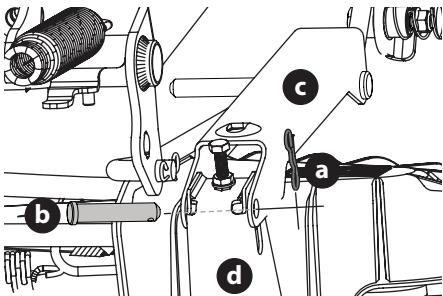

Figure 45
- a. Retirez les deux goupilles papillon (a) des axes de chape (b) qui fixent les supports du bras de levage (c) aux supports de levage du plateau arrière (d) sur le plateau. Retirez les axes de chape (b) (Figure 45).